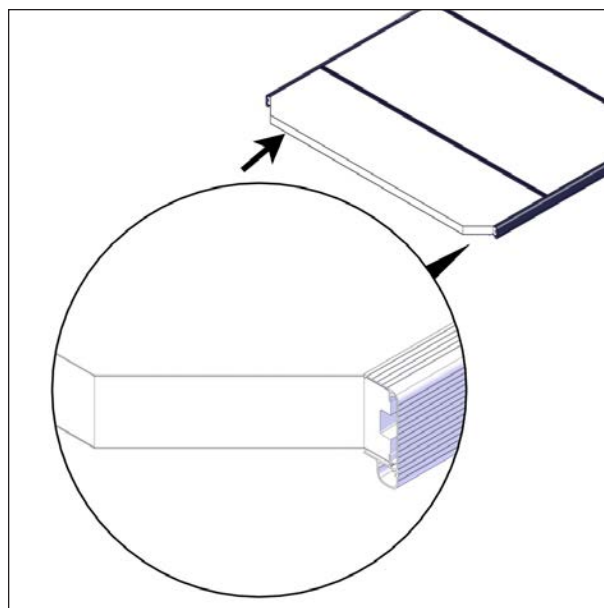

FIGURE 42: INSTALLATION DES PANNEAUX DE BOUT
19. Insérer un panneau de bout avec les coins découpés vers l'extérieur. Les panneaux de bout ont une découpe de 45° sur deux coins, voir Figure 42.